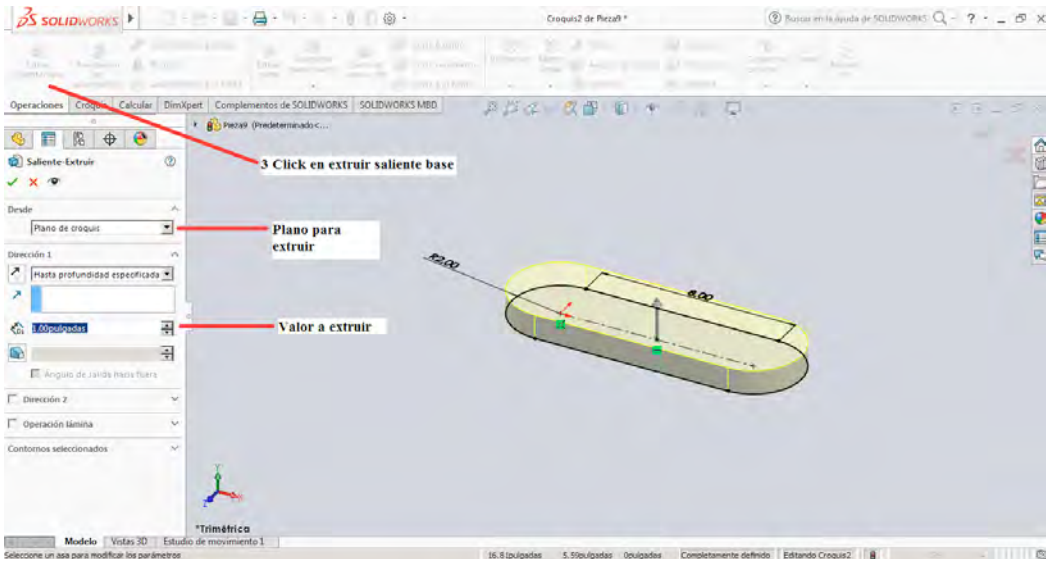

Figura 3-35
3. Posteriormente se selecciona la pestaña de operaciones y se realiza click sobre la herramienta **Extruir Saliente Base**, con el fin de generar la pieza 3D del sistema con un valor a extruir de 1 Pulgada, en la figura 3-35 se muestra el resultado del proceso realizado